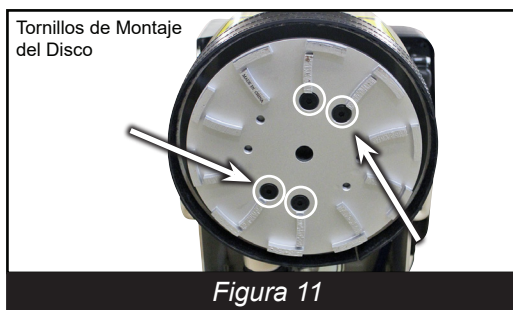

Figura 11
- Inspeccione los tornillos de montaje del disco. (Figura 11) La vibración constante y el calor generado, especialmente al pulir en seco, podrían provocar que los tornillos se aflojen y el disco se desequilibre.